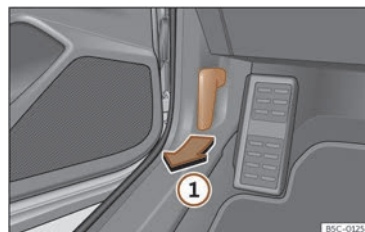

Fig. 222 Levier de déverrouillage sur le plancher, côté conducteur.
- Ouvrez la portière et tirez sur le levier situé sous le tableau de bord >>> fig. 222 ①.